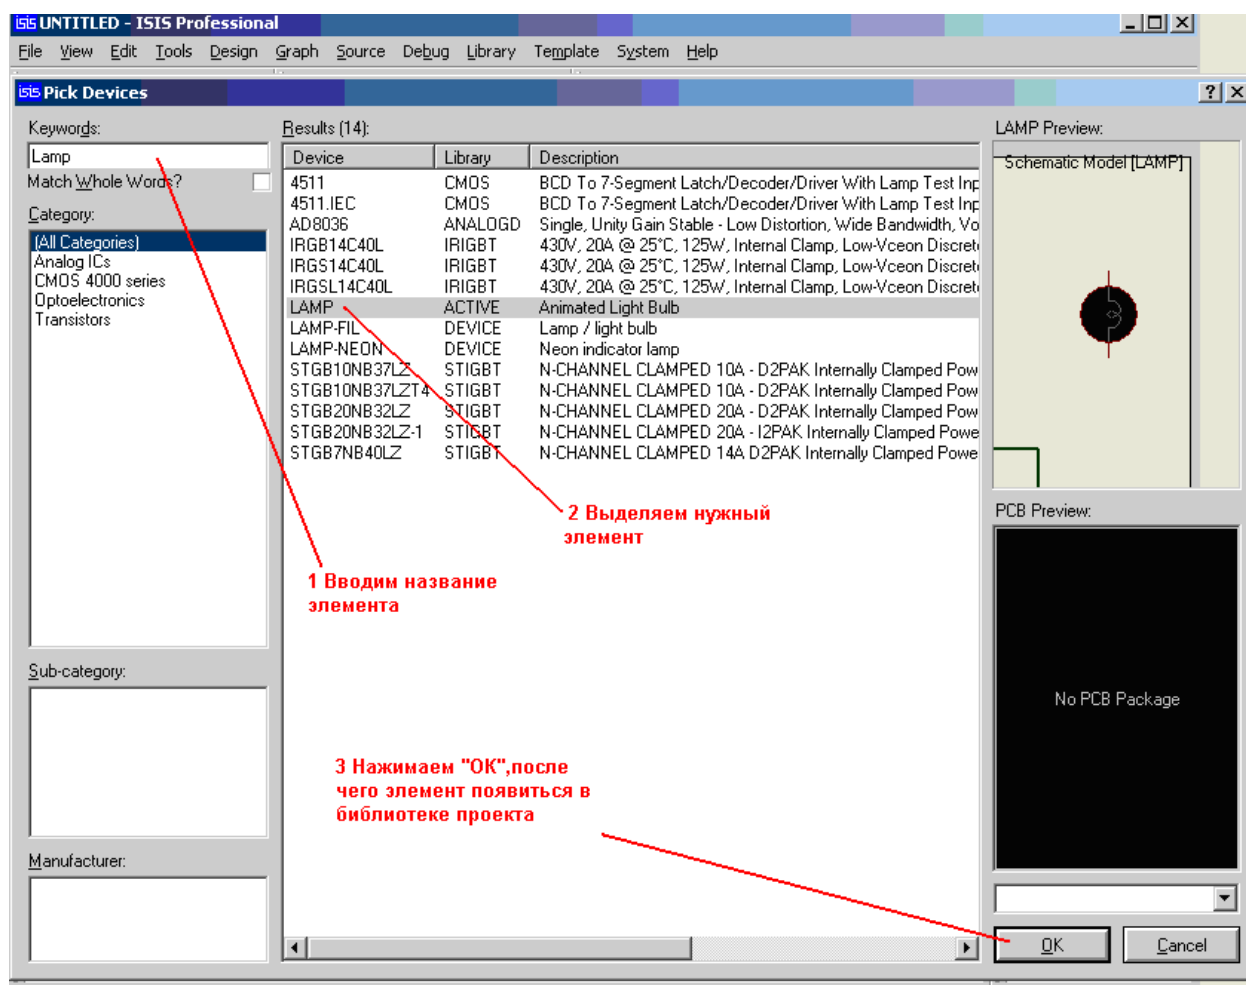

Рисунок 3.2 – Выбор элементов из библиотеки
2. Зайти в библиотеку компонентов через клавиши меню «Библиотека-Выбор устройства» или нажав кнопку «P» в окне DEVICES (Рисунок 3.2).